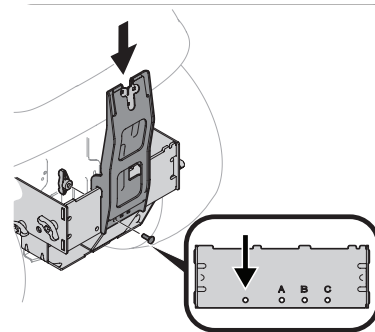

Figura 5
2. Alinee el orificio izquierdo del soporte vertical con el orificio izquierdo más lejano. Consulte la Figura 5.
3. Sujete el soporte vertical al conjunto de montaje con un perno de carro (710-0276) y una perilla de aleta (720-04122) del paquete de herrajes 689-02364. Consulte la Figura 5.